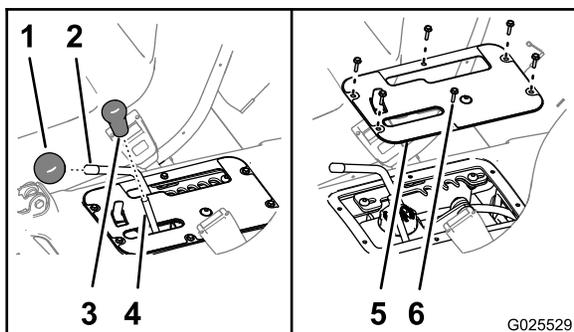

Рисунок 60
1. Снимите ручки с рычага гидравлического механизма подъема и рычага диапазона скоростей (Рисунок 60).
2. Выверните 6 винтов с шестигранными головками с буртиками (#10 x 3/4 дюйма), которые крепят плоскую крышку консоли рычагов управления к основанию сиденья, и снимите плоскую крышку (Рисунок 60).
6. Совместите отверстия в плоской крышке консоли рычагов управления с отверстиями в основании сиденья (Рисунок 60).
7. Прикрепите плоскую крышку к основанию с помощью 6 винтов с шестигранными головками с буртиками (Рисунок 60), снятых при выполнении действий, описанных в пункте 2.
8. Наверните ручки на стержни рычага гидравлического механизма подъема и рычага диапазона скоростей (Рисунок 60).
2. Снимите ручки с рычага гидравлического механизма подъема и рычага диапазона скоростей (Рисунок 60).
3. Выверните 6 винтов с шестигранными головками с буртиками (#10 x 3/4 дюйма), которые крепят плоскую крышку консоли рычагов управления к основанию сиденья, и снимите плоскую крышку (Рисунок 60).
9. Совместите отверстия в плоской крышке консоли рычагов управления с отверстиями в основании сиденья (Рисунок 60).
10. Прикрепите плоскую крышку к основанию с помощью 6 винтов с шестигранными головками с буртиками (Рисунок 60), снятых при выполнении действий, описанных в пункте 3.
11. Наверните ручки на стержни рычага гидравлического механизма подъема и рычага диапазона скоростей (Рисунок 60).